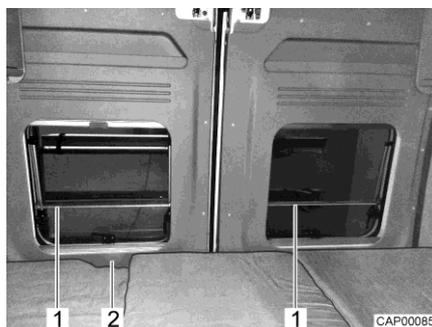

Fig. 40 Protection antichute (lit arrière longitudinal)
- ▷ Les fenêtres des portes arrière sont dotées d'une protection antichute (Fig. 40,1). La porte arrière peut être ouverte de l'intérieur au moyen de la poignée (Fig. 40,2).